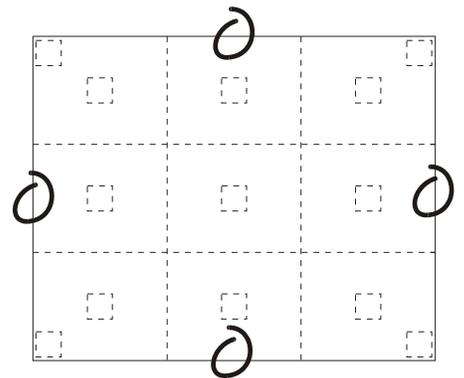

图 4 13 点测试图像
3. 选 13 点测试图案，显示全色。13 点测试图像提供个屏幕“区域”以及 13 个目标点，请参阅图 4。